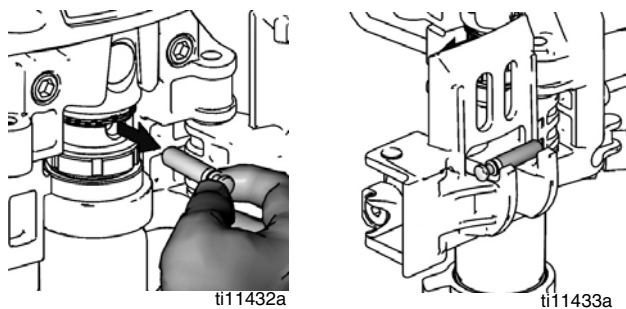

FIG. 19
2. Fig. 19. Pare la bomba con el vástago del pistón en su punto más bajo.
- 10. Fig 19. Saque el pasador de la bomba y coloque el soporte del pasador.